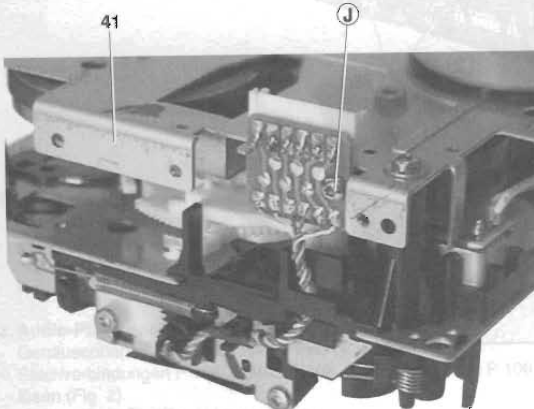

Fig. 8
- Schraube (J) herausdrehen und Buchsenplatte abnehmen (Fig. 8).
- Undo the screw (J) and take out the socket board (Fig. 8).